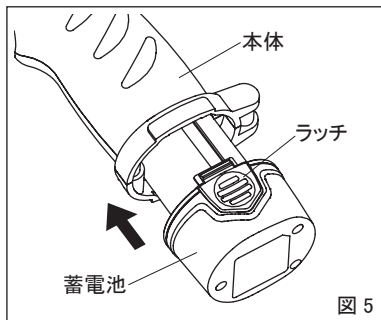

図 5
④ 蓄電池を充電器から取外し、本体に取付けてください(図5)。